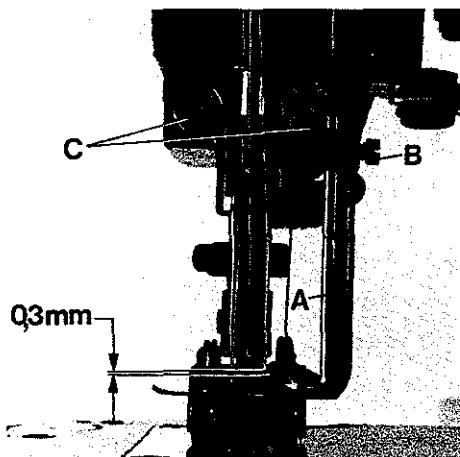
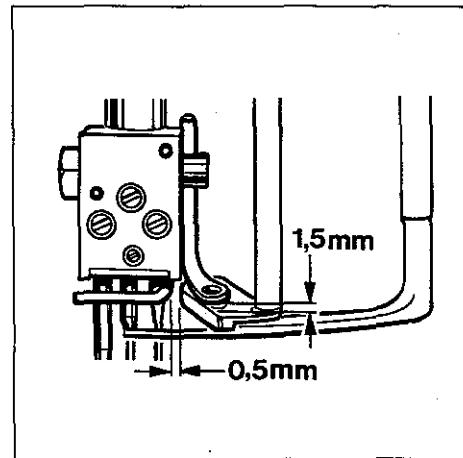

Fig.34
Fig.35
Rotate pulley until the needles are in their upmost position. Set the height of the guide for top cover thread (A, Fig. 34) so the lower edge of guide is approx. 0.3 mm (.012 in.) below the tip of the right needle (see Fig. 34) and the top cover thread just passes freely under the right needle tip. After loosening screw (B), the guide can be moved up or down, as required. Retighten screw.
Rotate pulley until the needles are in down position. In this position there should be a distance of 0.5 mm (.020 in.) between the shank of the right needle and the guide (see Fig. 35). After loosening the two screws (C, Fig. 34), the bracket with guide can be moved to the left or right, as required. Retighten the screws.
Drehen Sie an der Handrad-Riemscheibe bis die Nadeln in der höchsten Stellung sind. Stellen Sie die Führung für Oberlegfaden (A, Fig. 34) in der Höhe so ein, daß die Unterkante der Führung etwa 0,3 mm unter der rechten Nadelspitze liegt (siehe Fig. 34) und der Oberlegfaden knapp unter der rechten Nadelspitze frei durchgeht. Nach Lösen der Schraube (B) läßt sich die Führung entsprechend nach oben oder unten verschieben. Ziehen Sie die Schraube wieder an.
Drehen Sie an der Handrad-Riemscheibe bis die Nadeln in der untersten Stellung sind. Zwischen dem Kolben der rechten Nadel und der Führung soll in dieser Stellung ein Abstand von 0,5 mm sein (siehe Fig. 35). Nach Lösen der beiden Schrauben (C, Fig. 34) läßt sich der Halter mit der Führung entsprechend nach links oder rechts verschieben. Ziehen Sie die Schrauben wieder an.